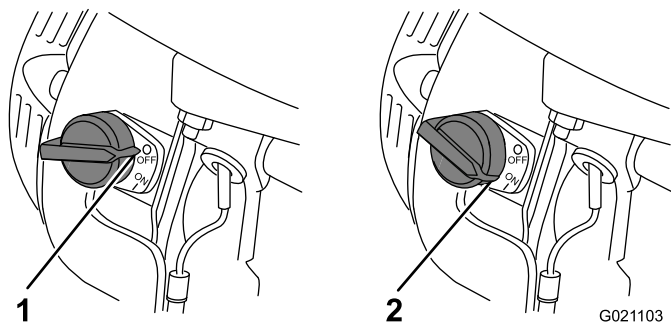

Figure 14
La commande Marche/Arrêt (Figure 14) permet de démarrer et d'arrêter le moteur. Cette commande est située à l'avant du moteur. Tournez la commande en position de Marche (ON) pour démarrer le moteur et le faire tourner. Tournez la commande en position d'Arrêt (OFF) pour arrêter le moteur.